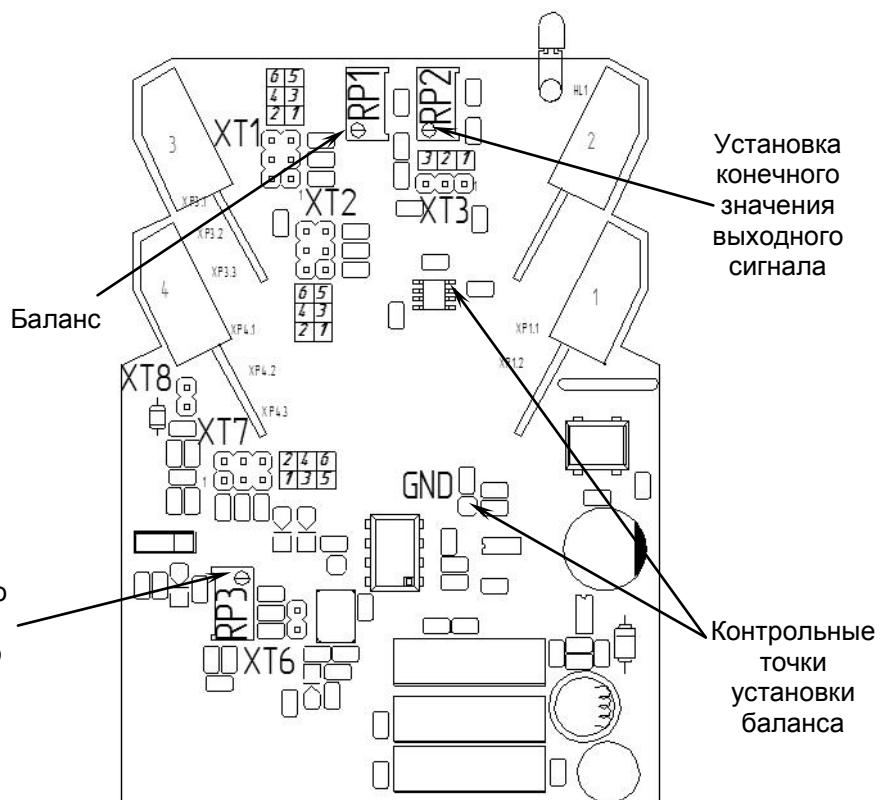

Рисунок 4.2 - Схема расположения органов регулирования и элементов настройки БСС-21
4.2.4 Для переналадки блока на другие входные/выходные сигналы используйте рисунок 4.2 и таблицы 4.1, 4.2, 4.3.
5.3.1 Выставить перемычки согласно выбранного диапазону (таблицы 4.1, 4.2, 4.3). Снять перемычку XT3, подключить образцовый источник тока на клеммы 7 и 12 (полярность не имеет значения) с которого подать конечное значение входного сигнала (если диапазоны входных сигналов разные, перемычки XT2 переставить аналогично XT1). Контролируя напряжение постоянного тока между шестым выводом ОР-07 и землей (рисунок 4.2 – установка баланса) потенциометром RP1 выставить значение баланса близкое к нулю ( $U = 0 \pm 2 \text{ мВ}$ ).